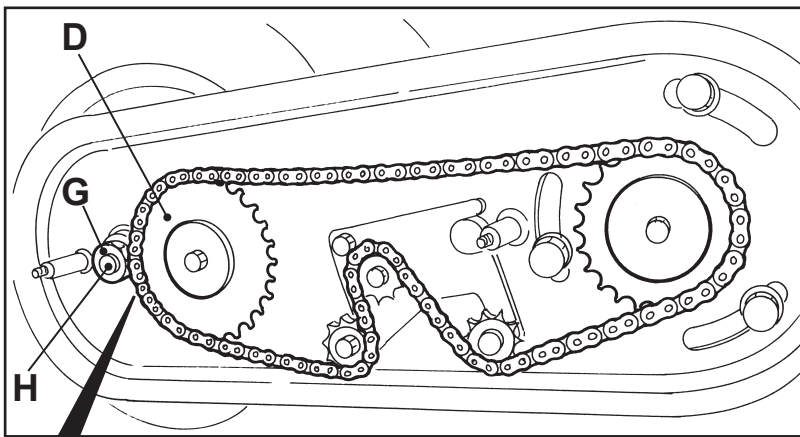

Fig. 2
- Togliere il carter (C).
- Togliere il dado (G - Fig. 2).
- Remove the cover (C).
- Remove the screw nut (G - Fig. 2).
- Enlever le carter (C).
- Enlever l'écrou (G - Fig. 2).
- Quite el cárter (C).
- Quite la tuerca (G - Fig. 2).